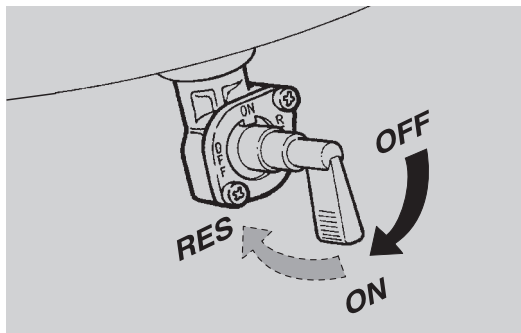

Fig. 22
- tourner le robinet du carburant (Fig. 22) en position "ON";